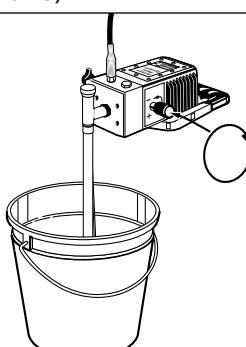

Figura 19- Instrucciones para girar el control de presión
2. Gire el control de presión completamente en el mismo sentido de las agujas del reloj hasta alcanzar la posición "High Pressure" (Vea la Figura 19).